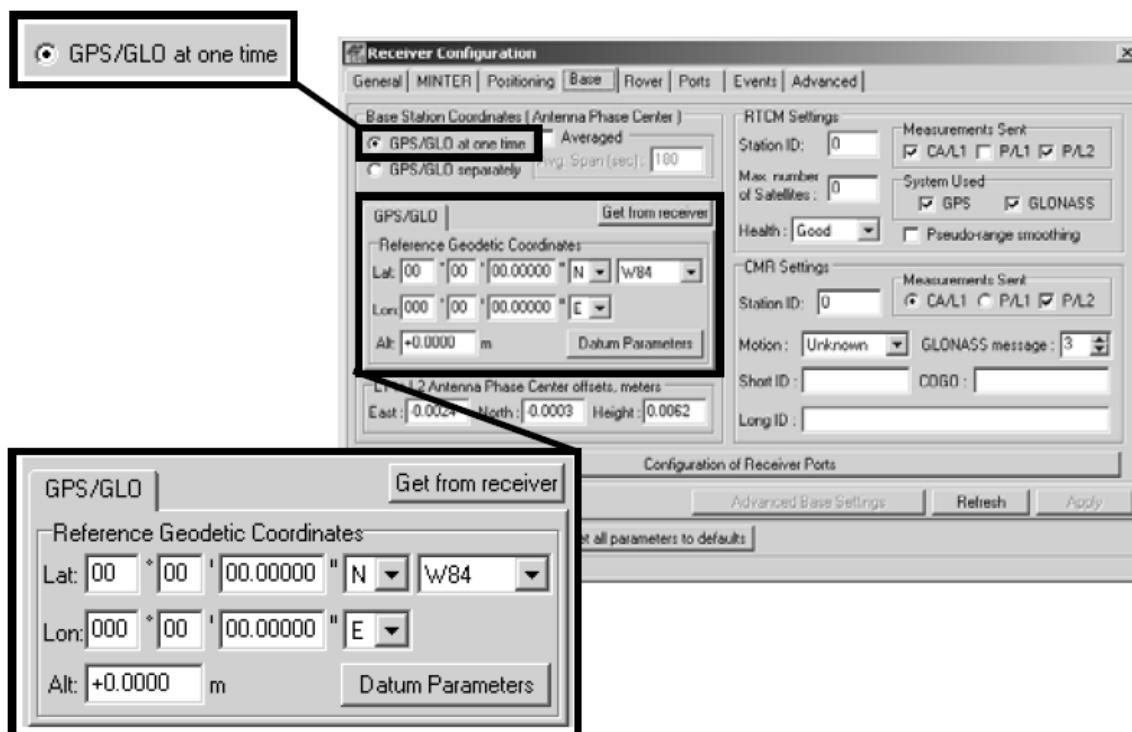

Рисунок 3-8. Настройка базовой станции
9. Выберите вкладку *Base (базовая станция)*, установите перечисленные ниже параметры см. рис. 3-8 и щелкните на кнопке *Apply (Применить)*: